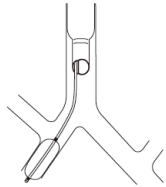

Fig.10
4. Sur les patients dont le lobe supérieur du poumon droit se trouve très proche de la bifurcation trachéale, le blocage des lobes moyen et inférieur du poumon droit, et non de tout le poumon droit, peut être obtenu en positionnant le bloqueur dans la bronche intermédiaire (Fig. 10).